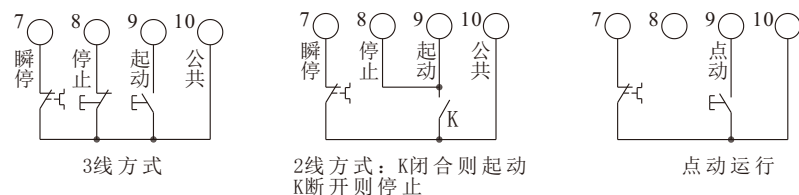

图5
b) 端子①、②为旁路输出:用于控制旁路接触器,为常开无源触点,起动完毕时闭合。触点容量:AC250V/5A。
c) 端子③、④为可编程继电器输出:输出方式与功能由设置项FE设定,为常开无源触点。详见第8页可编程继电器输出功能说明。触点容量:AC250V/5A。
d) 端子⑤、⑥为故障输出:软起动器发生故障或失电时闭合,工作正常时开路。触点容量:AC250V/5A。
- e) 端子⑦为瞬停输入:软起动器正常工作时此端子必须与端子⑩短接。若此端子与端子⑩开路时,软起动器停止工作,处于故障保护状态。此端子可受控于外部保护装置的常闭输出点。设置项FA设为0(初级保护)时,此端子功能被禁止。
- f) 端子⑧、⑨、⑩为外控起动、停止按钮输入接线端子。有两种接法,即3线方式和2线方式,如图5。
- g) 端子⑪、⑫为0~20mA直流模拟输出:用于实时监视电机电流,满度20mA时指示电机标称额定电流的4倍,可外接0~20mA直流电流表观察,该输出负载电阻最大值为300Ω。